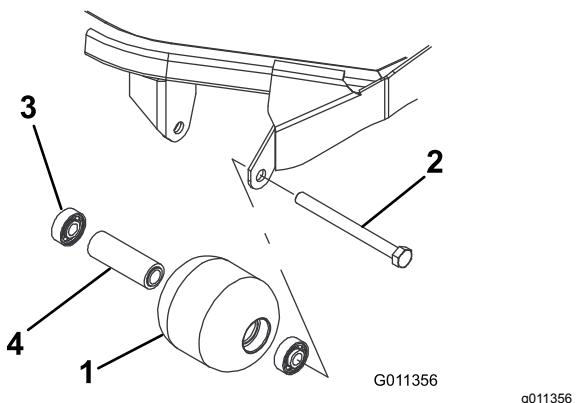

Figura 86
1. Retire o parafuso de montagem do rolo (Figura 86).
4. Verifique se a estrutura dos rolamentos, os rolamentos e o espaçador de rolamentos estão danificados (Figura 86).
1. Introduza o primeiro rolamento na estrutura do rolo (Figura 86). Empurre só a calha externa ou, então, exerça o mesmo tipo de pressão nas calhas interna e externa.
2. Coloque o espaçador (Figura 86)
3. Introduza o segundo rolamento na estrutura do rolo (Figura 86) exercendo o mesmo tipo de pressão nas calhas interna e externa até a calha interna entrar em contacto com o espaçador.